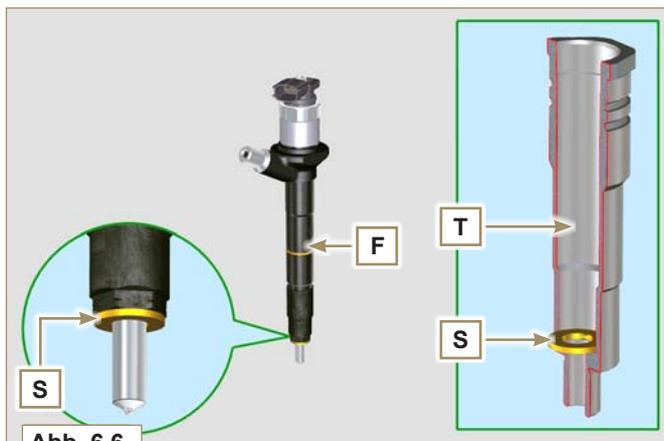

Abb. 6.6
- 4 - Überprüfen, dass sich die Dichtung **S** noch in der korrekten Position befindet (**Abb. 6.6**). Falls nicht, diese aus dem Innenraum der Hohlbohrung des Elektro-Einspritzventils **T** herausnehmen.